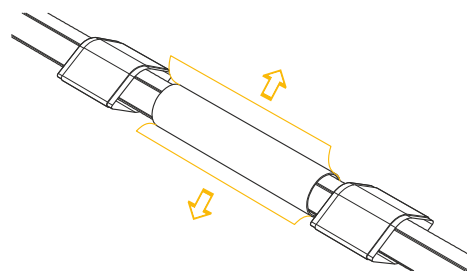

Рис. 4.8.5
5. Удалить упаковочную пленку с поверхности муфты (рис. 4.8.5). Надвинуть муфту на стык, расположив ее в соответствии с ранее нанесенными рисками.